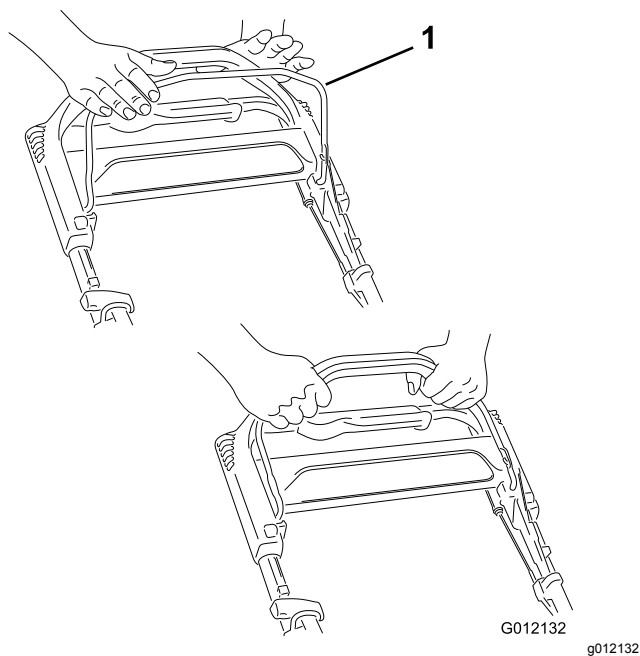

Figura 15
1. Tire de la barra de control de la cuchilla hacia el manillar, y sujétela en esa posición (Figura 15).